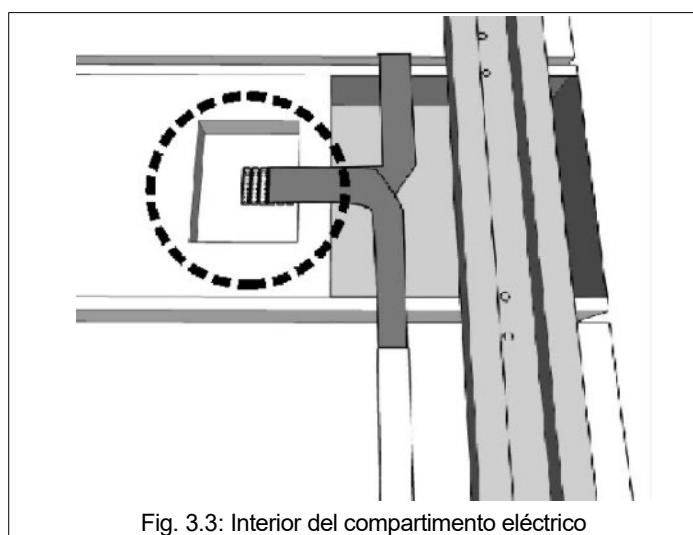

Fig. 3.3: Interior del compartimento eléctrico
- Conecte los cables planos de los módulos a los conectores (Fig. 3.3) de la tarjeta electrónica montada dentro del compartimento eléctrico.